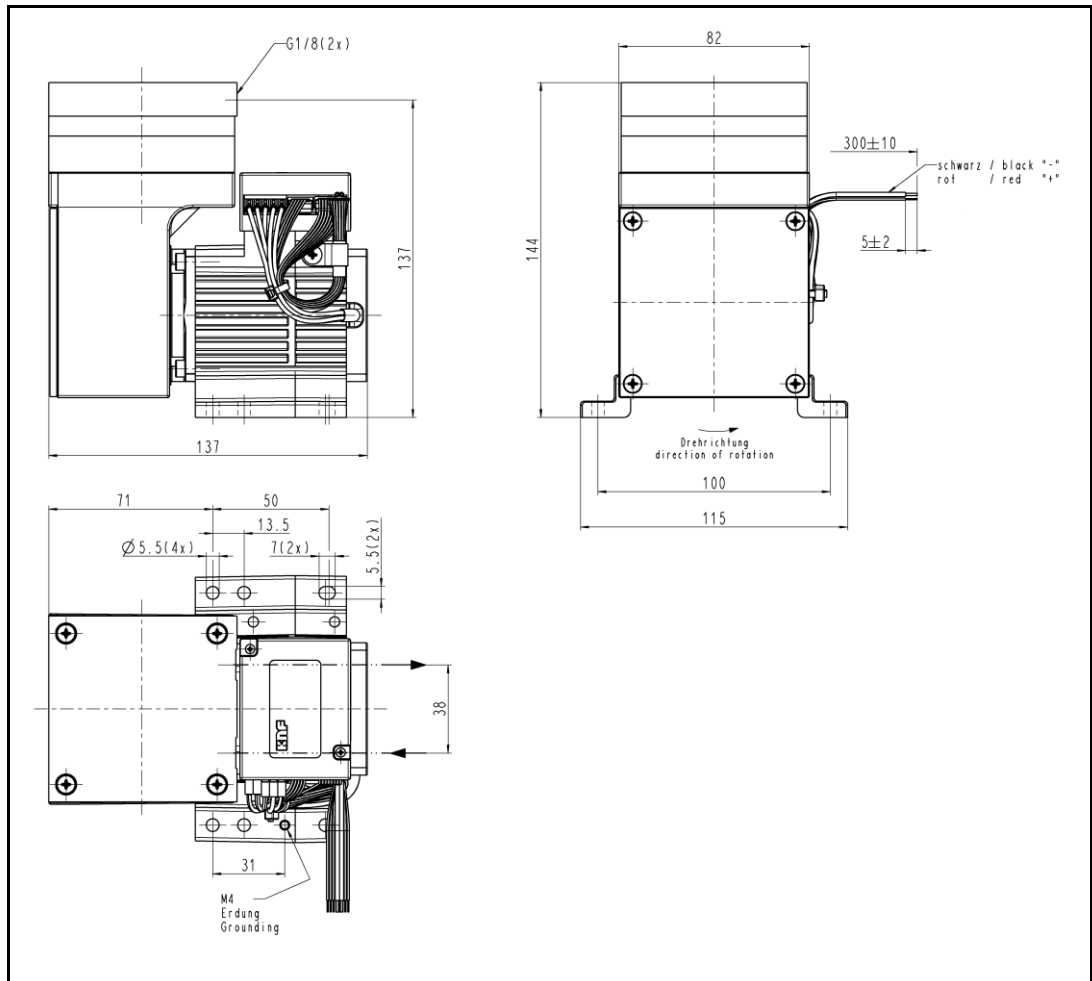

Abb. 7: Befestigungsmaße Pumpenreihe N 838 A\_.12.29 DC-B
- Befestigungsmaße → Befestigungsmaße siehe Abb. 5, S. 14 (Pumpenreihe N 86 A\_.12.29 DC-B), Abb. 6, S. 14 (Pumpenreihe N 816 AV.12.29 DC-B) und Abb. 7, S. 15 (Pumpenreihe N 838 A\_.12.29 DC-B).